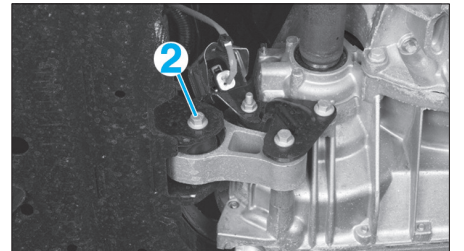

Fig. 44
- Déposer la vis (2) de la biellette anticouple (Fig.44).